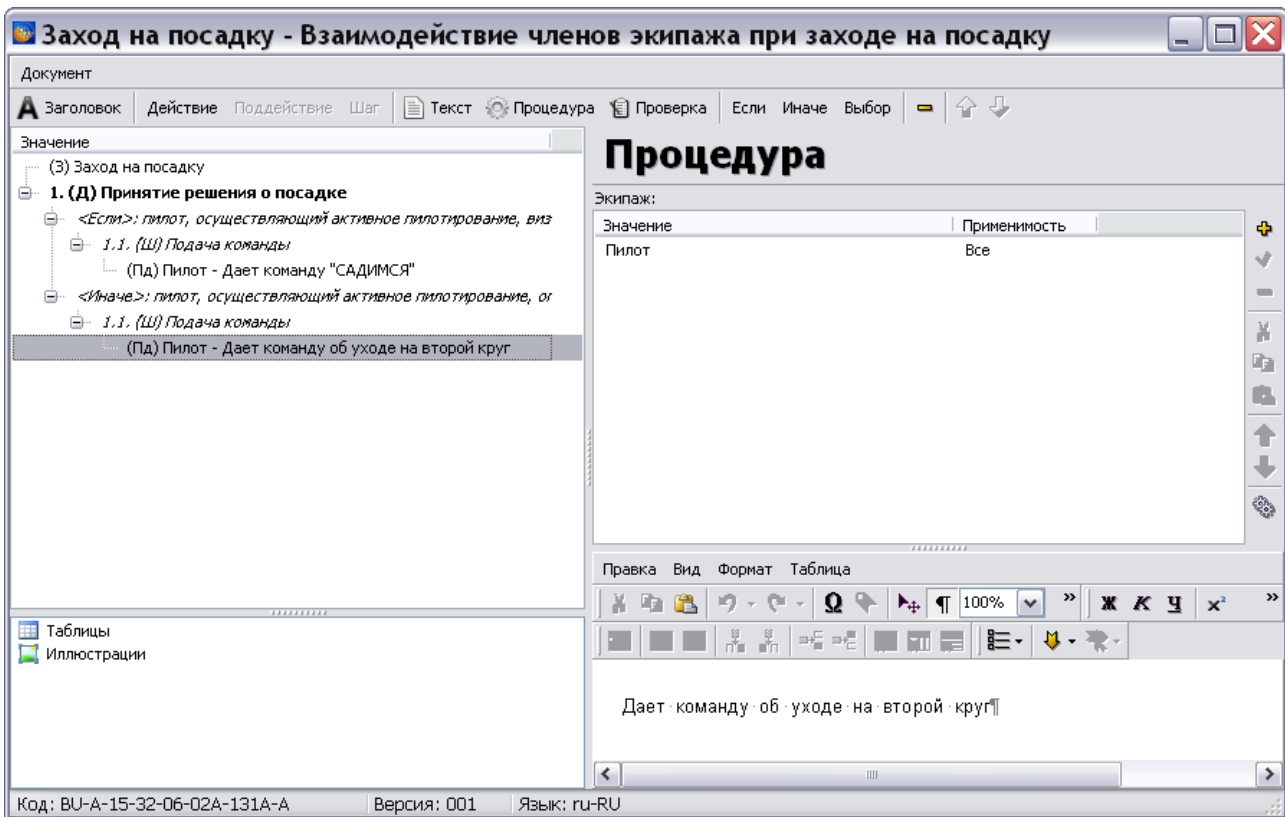

Рис. 13.27
22. Нажмите на кнопку **Добавить процедуру**. В правом окне редактора появятся параметры для описания процедуры. Введите параметры процедуры, как было описано ранее в этом примере (Рис. 13.27).